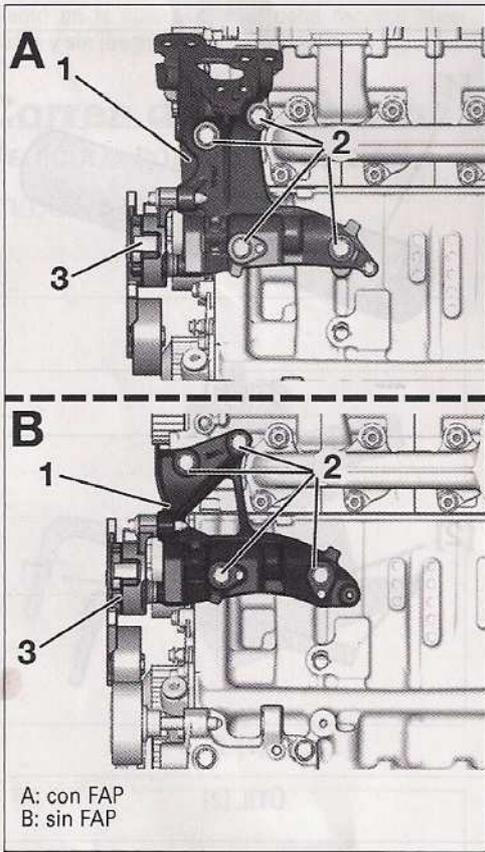

FIG. 80
- El rodillo tensor dinámico (3) (Fig.80).
- Los tornillos (2)
- El soporte multifunción (1).